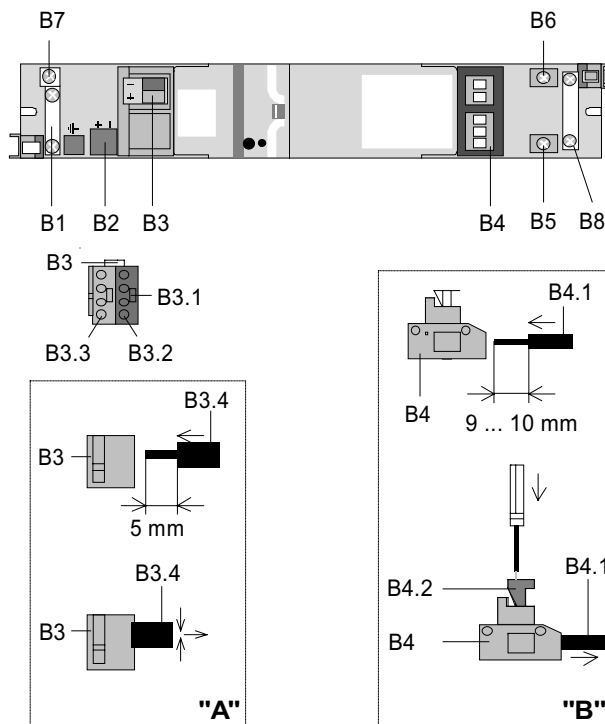

Bild 3: Anschlüsse
Busklemme abziehen (Bild 3)
Busklemme aufstecken (Bild 3)
Anschließen der Busleitung (Bild 3 "A")
- Der Leitungsmantel der Busleitung ist mit der Leitungsfixierung (B1) am Gehäuse des Einbaugerätes zu befestigen. Wird eine Leitung mit Abschirmung verwendet, kann diese an der Klemme (B7) festgeschraubt werden (Bild 3).
Die Aussparung (B2) dient zur Aufnahme eines Überspannungsschutzes. Die Anschlüsse werden parallel zu der Buslinie in die Busklemme eingesteckt (Bild 3).
5WG1 525-4AB02Abklemmen der Busleitung (Bild 3 "A")
Last- und Steuerstromkreis anschließen (Bild 3 B)
- Der Leitungsmantel ist mit der Leitungsfixierung (B8) am Gehäuse des Einbaugerätes zu befestigen (Bild 3).
Die Klemmen (B5) und (B6) dienen zur Verbindung von N-Leitern (B6) und PE-Leitern (B5) mehrerer Leitungen (Bild 3).
Laststromkreis- und Steuer abklemmen (Bild 3 "B")